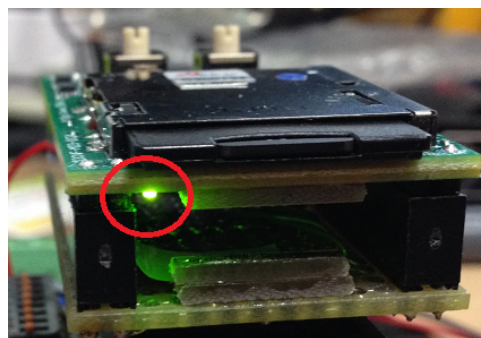

図 7.1 LED の実装位置
- “CONFIG.TXT”で#P: C9 = 1 を指定することにより、本モジュールの裏面に実装されたLED(図 7.1 参照)の点滅により、モジュールのバージョン情報を表示させることができます。